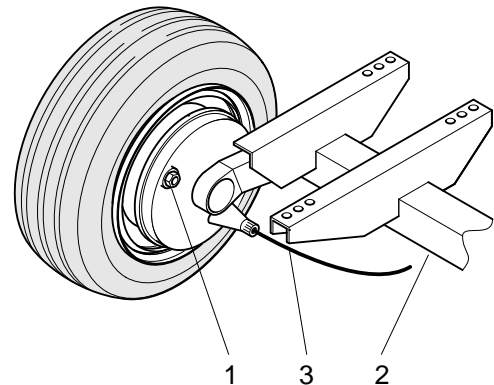

Fig. 5.5 Hjul
3. Mens hjulet drejes rundt i retning for kørsel fremad, drejes justeringsmøtrikken (fig. 5.5, 1) med uret, indtil bremsebakken blokerer tromlen. Mens hjulet roterer i samme retning, løsnes møtrikken, indtil tromlen roterer frit eller med en let friktion. Det samme gøres med det andet hjul.